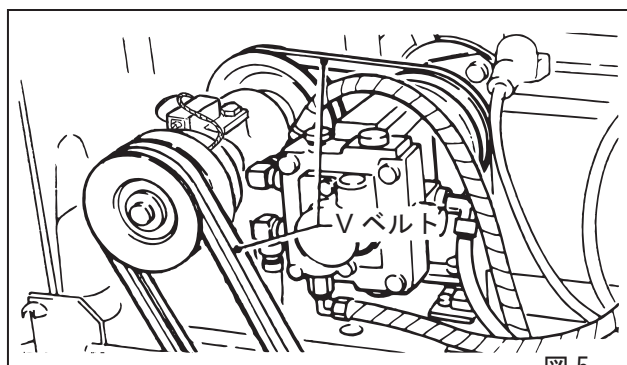

図5
- センターカバーを開き V ベルトの緩みを点検します。張りが弱いと振動が弱くなります。(図5)
回転部(ベルト、プーリー等)に手、服装が巻き込まれると、大変危険です。(図5)